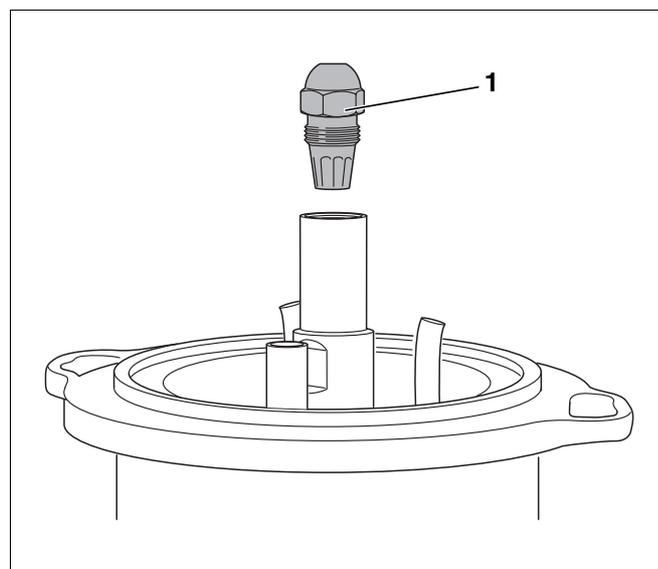

Fig. 60 Svitare l'ugello.
- Svitare l'ugello (fig. 60, **pos. 1**) con due chiavi per bulloni da 16 e da 19.
- Svitare l'ugello (fig. 60, pagina 71).